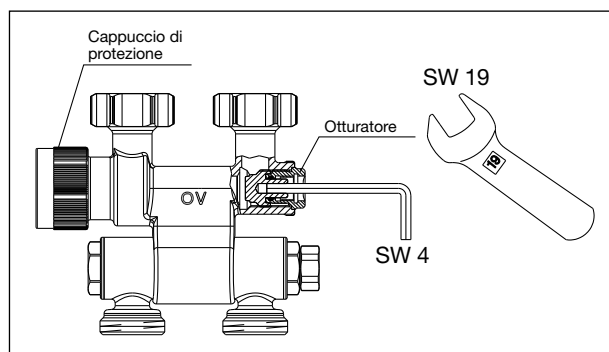

Fig. 7
3. Chiudere l'otturatore girando con la chiave da 4 mm in senso orario (Fig. 7).
1. Chiudere il raccordo come descritto in precedenza ("Intercettare") (Fig.7).
2. Aprire il disco della valvola (Fig.7) ruotando con una chiave da 4 mm in senso antiorario fino all'arresto. Sfiatare il radiatore.